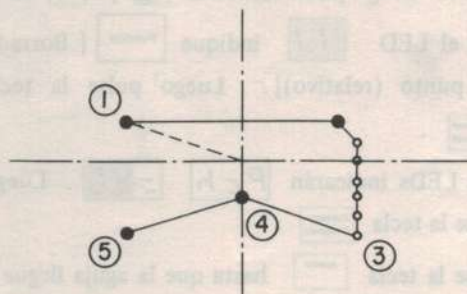

Fig. 3
Paso 10 Ahora los LEDs indicarán **Pch** **= 4.0**, que significa que el pespunte lineal desde el punto ② al punto ③ cambiará a pespunte de punto. Luego pulse la tecla **CContador (Preparar)**.
- Paso 12 Mueva la aguja usando las teclas y , y confirme que el punto de entrada de la aguja ha sido borrado como se ilustra en la Fig. 3.